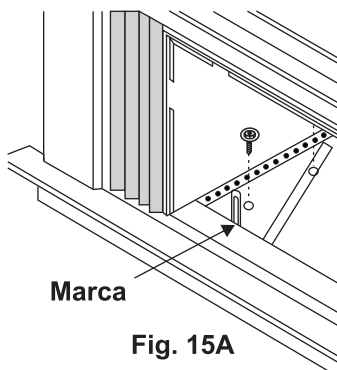

Fig. 15A
1. Sujete cada soporte de sujeción nivelado con la parte exterior del umbral y ajuste la parte inferior del gabinete como se muestra en la Fig. 15A. Marque los soportes en la parte superior del umbral y retírelos.